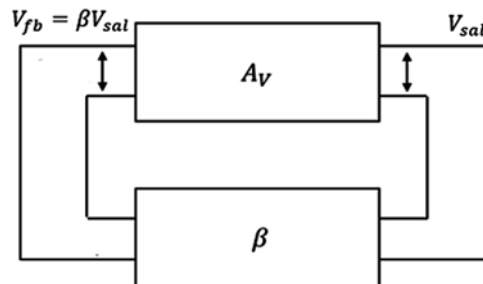

Figura 8.19 Ejercicio de aplicación. Fuente: Elaboración propia
a) En el siguiente diagrama de bloques de la figura 8.19: